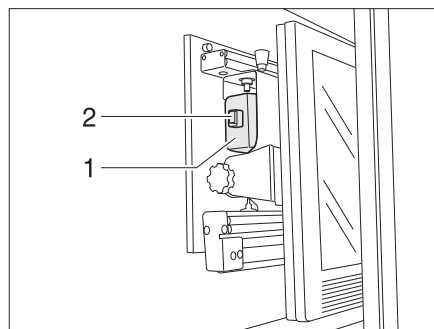

Fig. 9 Soporte en el armario de TV
- Girar el televisor a la posición inicial (Fig. 9) y, de ser esto necesario, hacerlo engatillar.
- Empujar el soporte para la pantalla plana completamente hacia atrás deteniéndolo en el tirador (Fig. 9,1). El pestillo (Fig. 9,2) se enclava.